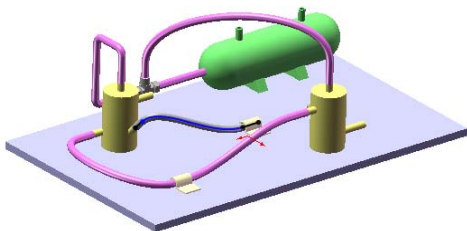
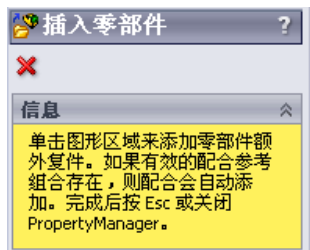

图 11.10.14 添加线夹后
图 11.10.15 “插入零部件”对话框
Step2. 定义线路属性。单击  管筒(T) 区域中的“浏览”按钮 ，在弹出的“打开”对话框中选择 routing\tubing\tubes\tube-ss.sldprt 文件，单击  按钮；在“线路属性”对话框  管筒(T) 区域的基本配置(C): 的下拉列表中选择 **Tube .750in OD X .020in Wall** 选项，选中  使用软管(U) 复选框；单击对话框中的  按钮，进入 3D 草绘环境。
Step3. 拖放管筒线夹。打开设计库中的\routing\tubing\tube fittings 文件夹，选择 tubing_clip 为拖/放对象；将库零件拖放到底板上的圆孔处，如图 11.10.14 所示，单击图 11.10.15 所示“插入零部件”对话框的  按钮。